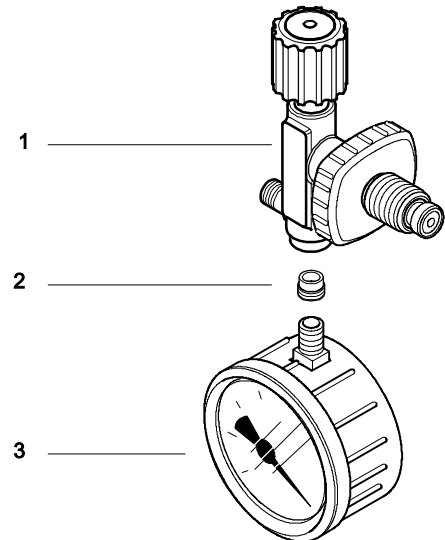

Рис. 38 Заправочный клапан с маховиком
- Вывинтите манометр (3, Рис. 38) из корпуса заправочного клапана (1).
- Вывинтите металлокерамический фильтр (2) при помощи широкой отвёртки.